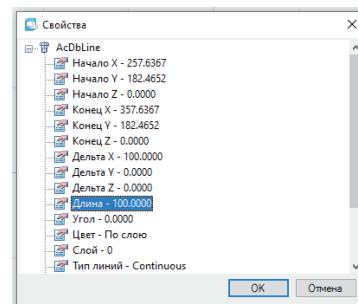

Рис. 19. Свойства отрезка
- В свойствах указываем *Длина* (рис. 19).